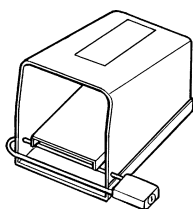

Figure 1 – Pédale bloquée
8. **Bloquez la pédale de commande lorsque vous ne vous en servez pas. (Figure 1)** Cela évitera les démarrages accidentels.